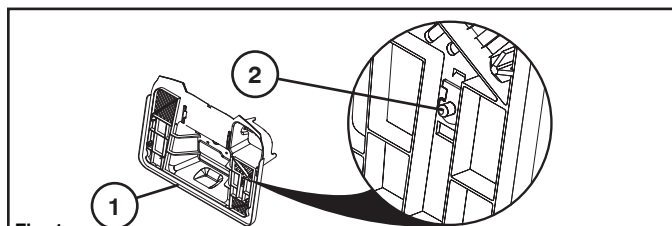

Fig. 1
- Стоя сзади трактора со сборником, снятым с заднего щитка (1), определите местоположение переключателя (2). (См. Рис. 1)